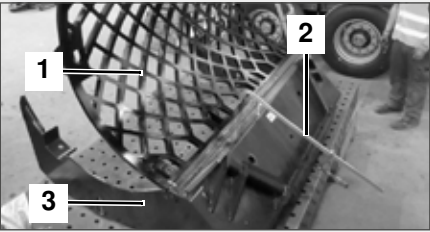

Abb. 6: Heckkorbwechselgitter und Heckkorbwechselgitteraufnahme mit Schraubzwinde zusammengehalten
7. Heckkorbwechselgitter (Abb. 6/1) und die Heckkorbwechselgitteraufnahme (Abb. 6/3) mit einer Schraubzwinde (Abb. 6/2) zusammenhalten.